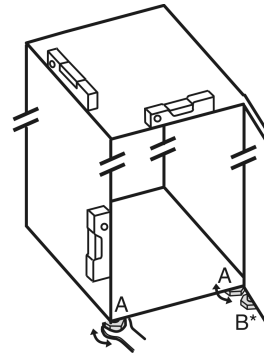

Fig. 5
- Выкрутите регулируемые опоры Fig. 5 (A) при помощи входящего в комплект поставки рожеквого ключа и, используя уровень, выставьте устройство прочно и ровно по горизонтали.
- Выверните регулируемую опору Fig. 5 (B) на нижнем опорном кронштейне при помощи входящего в комплект поставки рожеквого ключа до ее соприкосновения с полом.
- Поверните регулируемую опору Fig. 5 (B) еще на 90°.